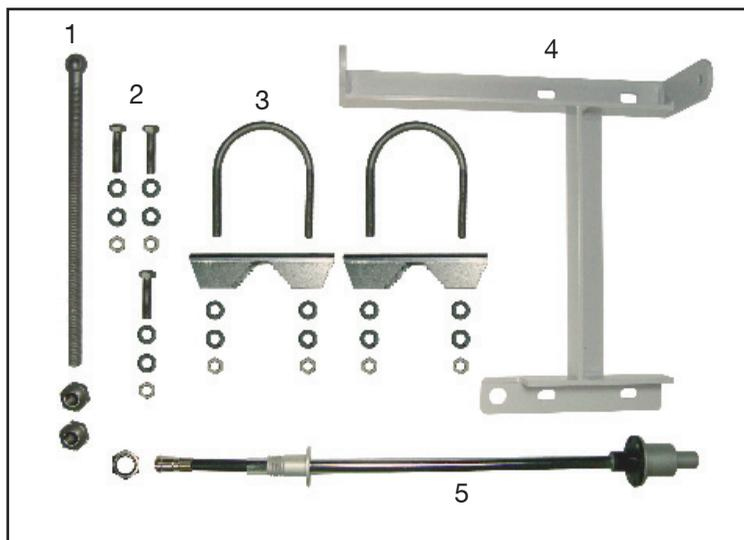

Fig.1
- 1- Fixe o suporte na parábola com os parafusos e porcas do item número 1 da (fig1).